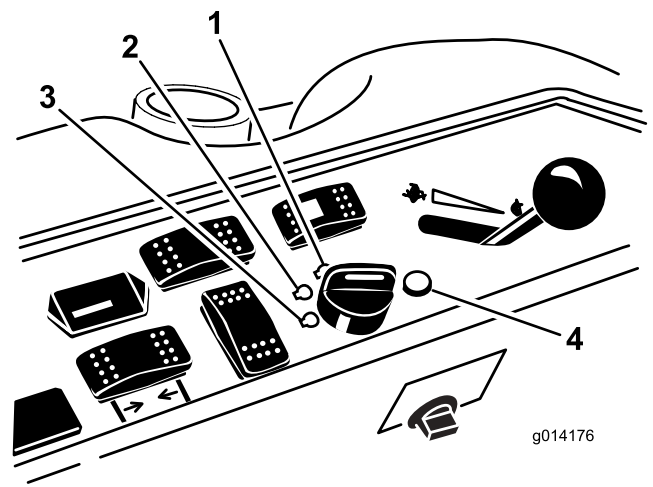

Figura 22
6. Gire la llave de contacto en el sentido de las agujas del reloj a la posición MARCHA (Figura 22).